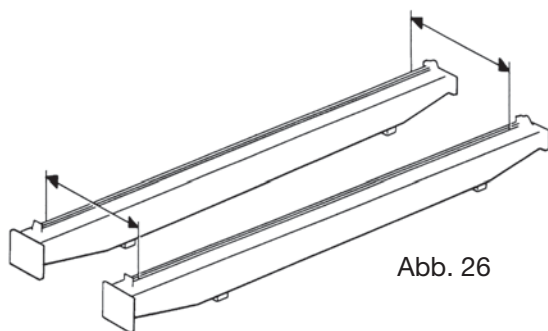

Abb. 26
- Richten Sie die Kranträger so aus und trennen Sie sie voneinander, dass der Abstand zwischen den Schienen dem des zu tragenden Hebezeugs oder der zu tragenden Winde entspricht. (Abbildung 26).